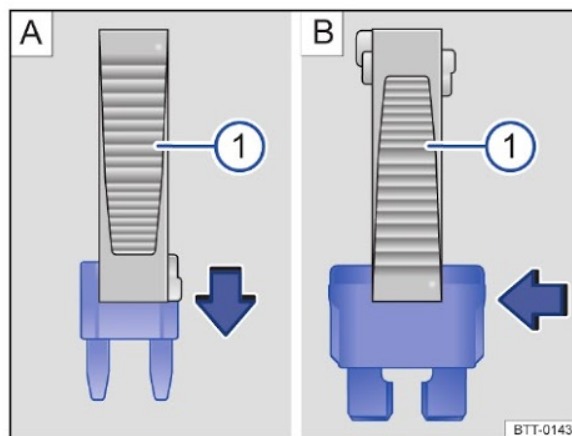

Fig. 122 Remover ou instalar um fusível com a garra da pinça de plástico ①.
- Se necessário, retirar a pinça de plástico → Fig. 122 ① da cobertura da caixa de fusíveis.
- Em caso de *fusíveis pequenos*, encaixar a garra ① por cima → Fig. 122 A. ▶
- Em caso de *fusíveis maiores*, empurrar a garra  lateralmente sobre o fusível → Fig. 122 B.